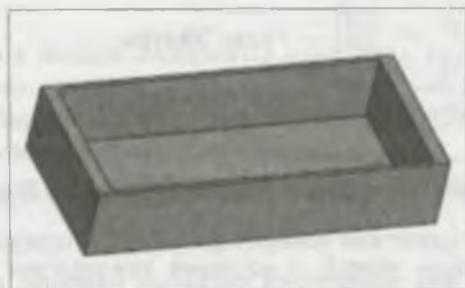

Рис. 21.13. Создание оболочки
- ◆ для выхода из команды нажмите кнопку **Завершить**. Сохраните модель (рис. 21.13) под именем Модель 7.